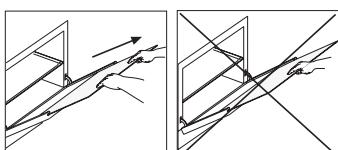

Abb. 7A
Die Innenscheibe des Backofens kann heraus genommen werden: öffnen Sie die Tür zur Hälfte und entfernen Sie die Scheibe mit beiden Händen wie in Abbildung 7A gezeigt.
- 4) die Backofentür langsam schließen, bis sie die Haken „A“ erreicht. Dabei sicherstellen, dass die Haken in den Aussparungen „B“ der Backofentür wie abgebildet in Abb. 7C sicher eingerastet sind. (Nur wenn vorhanden die Innenscheibe des Backofens ausbauen, siehe Abb. 7A).